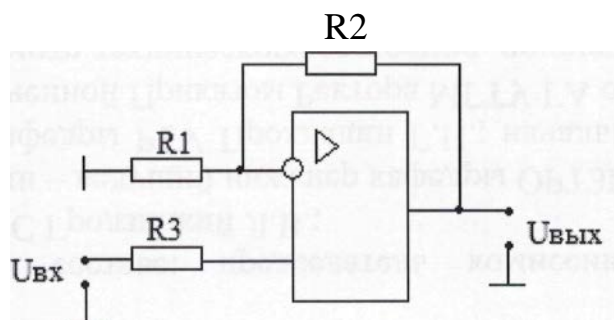

Рис.5.7
2. Не инвертирующий усилитель (рис.5.7).